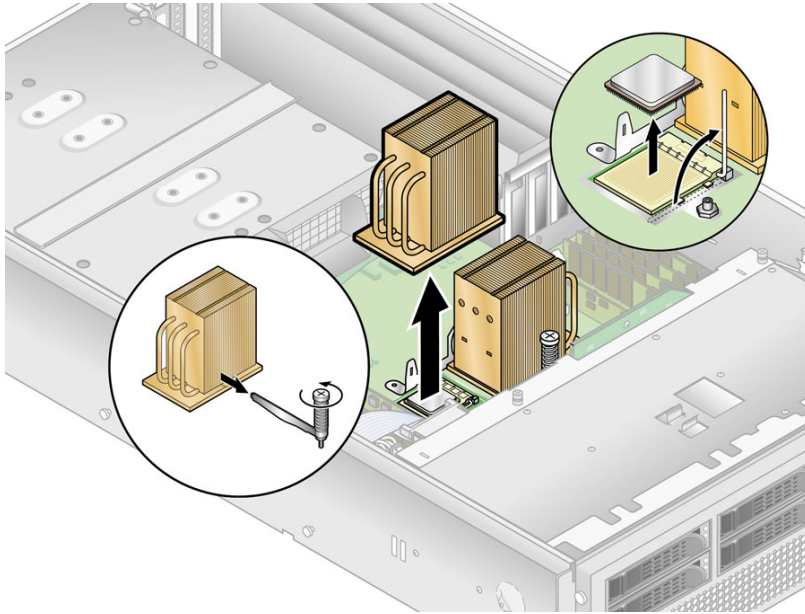

図 4-30 ヒートシンクおよび CPU の取り外し
5. ヒートシンク固定部品のクロスバーを固定している脱落防止機構付きねじを緩めてから、ヒートシンクのフィンの中からクロスバーを外します (図 4-30 を参照)。
9. ソケット取り外しレバーを全開となる垂直の位置まで引き上げます (図 4-30 を参照)。